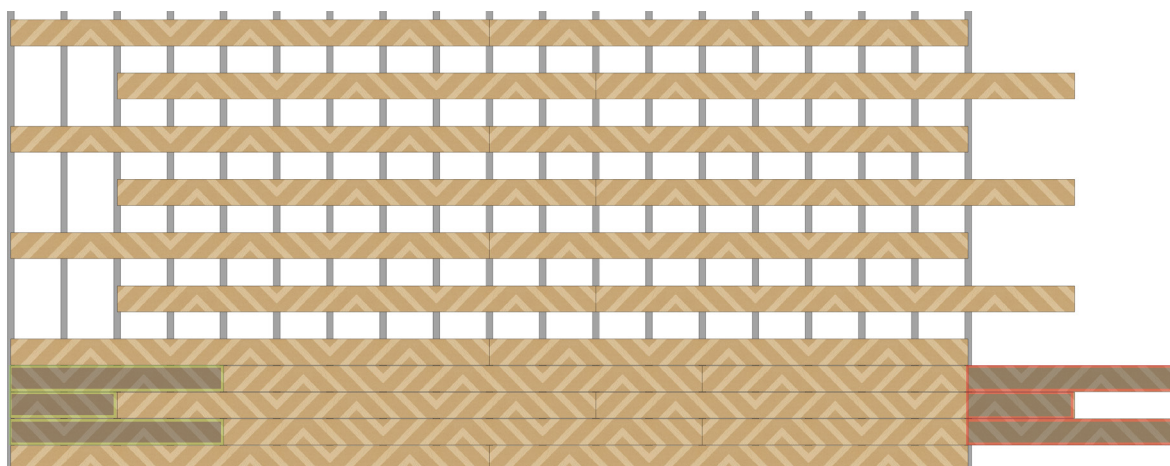

Fig.9
9. Sur la plupart des conceptions, la chute de la fin de la rangée peut être utilisée pour remplir le début de la rangée, comme montré dans la Fig. 9. Comme cette chute est prise au milieu d'une lame, une largeur de lame de scie a été retirée du motif de la . Par conséquent, une ligne devra être coupée au début pour rendre le bord de départ droit.